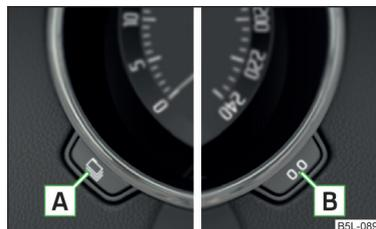

Fig. 22
► Pulsar ligeramente la tecla **[B]** » fig. 22 de la pág. 41.
El tiempo se ajusta con las teclas **[A]** y **[B]** » fig. 22.
► Pulse la tecla **[A]** » fig. 22 de la pág. 41 repetidas veces hasta que parpadee la indicación del cuentakilómetros total.
► Pulsar varias veces la tecla **A** » fig. 22 de la pág. 41 hasta que se visualice el alcance del AdBlue en vez del cuentakilómetros total.